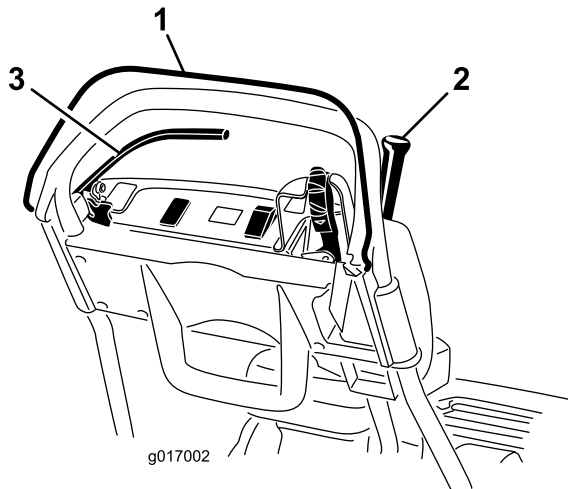

Bild 28
3. Versuchen Sie den Fahrtriebshebel bei gelöster elektronischer Sicherheit zu aktivieren (Bild 28). Der Fahrtriebshebel sollte nicht aktiviert werden. Wenn der Fahrtriebshebel aktiviert werden kann, müssen die Sicherheitsschalter gewartet werden. Beheben Sie den Fehler, bevor Sie den Betrieb aufnehmen. Siehe Warten des Fahrtriebs-Sicherheitsschalters \(Seite 31\).
4. Lösen Sie die elektronische Sicherheit, wenn die elektronische Sicherheit gedrückt und der Fahrtriebshebel aktiviert ist (Bild 28). Der Fahrtriebshebel sollte deaktiviert werden. Wenn der Fahrtriebshebel nicht deaktiviert wird, müssen
5. Aktivieren Sie die elektronische Sicherheit und schieben Sie den Ganghebel nach links; kuppeln Sie dann den Fahrtrieb und den Spindelantrieb ein und lösen Sie die elektronische Sicherheit (Bild 28). Der Fahrtriebshebel sollte deaktiviert werden. Wenn der Fahrtriebshebel nicht deaktiviert wird, müssen die Sicherheitsschalter gewartet werden. Beheben Sie den Fehler, bevor Sie den Betrieb aufnehmen. Siehe Warten des Fahrtriebs-Sicherheitsschalters \(Seite 31\), (Seite) oder Einstellen des Spindelantriebs \(Seite 35\).
6. Aktivieren Sie die elektronische Sicherheit und schieben Sie den Ganghebel nach links, um den Fahr- und Spindelantrieb einzukuppeln; schieben Sie den Ganghebel nach rechts, um den Spindelantrieb auszukuppeln (Bild 28). Der Spindelantrieb sollte ausgekuppelt werden. Wenn der Fahrtriebshebel nicht deaktiviert wird, müssen die Sicherheitsschalter gewartet werden. Beheben Sie den Fehler, bevor Sie den Betrieb aufnehmen. Siehe Einstellen des Spindelantriebs \(Seite 35\).
2. Aktivieren Sie die elektronische Sicherheit, kuppeln Sie den Fahrtriebshebel ein und stellen Sie die Motorbedienelemente in die Start-Stellung (Bild 28). Versuchen Sie jetzt, den Motor zu starten. Der Motor sollte nicht anspringen. Wenn der Motor startet, muss der Sicherheitsschalter gewartet werden. Beheben Sie den Fehler, bevor Sie den Betrieb aufnehmen. Siehe Warten des Fahrtriebs-Sicherheitsschalters \(Seite 31\).
2. Kuppeln Sie den Fahrtriebshebel aus, aktivieren Sie die Betriebsbremse und stellen die Motorbedienelemente in die Start-Stellung (Bild 28). Versuchen Sie jetzt, den Motor zu starten. Der Motor sollte anspringen. Wenn der Motor nicht anspringt, muss der Sicherheitsschalter gewartet werden. Beheben Sie den Fehler, bevor
3. Lassen Sie den Motor an, aktivieren die Betriebsbremse (nicht die Feststellbremse), aktivieren Sie die elektronische Sicherheit und kuppeln Sie den Fahrtriebshebel ein (Bild 28). Der Motor sollte gegen die Bremse kämpfen aber nicht abstellen. Wenn der Motor abstellt, muss der Sicherheitsschalter gewartet werden. Beheben Sie den Fehler, bevor Sie den Betrieb aufnehmen. Siehe Warten des Brems-Sicherheitsschalters (Seite 32).
4. Lassen Sie den Motor an, aktivieren den Feststellbremsriegel, aktivieren Sie die elektronische Sicherheit und kuppeln Sie den Fahrtriebshebel ein (Bild 28). Der Motor sollte abstellen. Wenn der Motor nicht abstellt, muss der Sicherheitsschalter gewartet werden. Beheben Sie den Fehler, bevor Sie den Betrieb aufnehmen. Siehe Warten des Brems-Sicherheitsschalters (Seite 32).